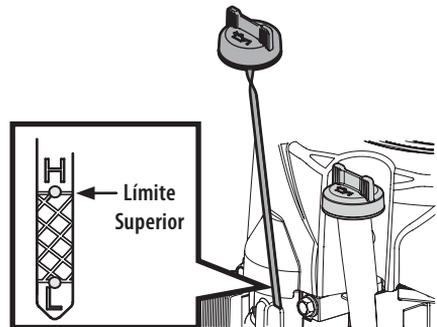

Figure 2
- Mantenga el aceite en el límite superior de la varilla de nivel de aceite (Figure 2 recuadro).
1. Retire el tapón de llenado de aceite y limpie la varilla de nivel de aceite (Figure 2).
3. Afloje y retire el tapón de llenado de aceite del cuello de llenado de aceite. Tome nota del nivel de aceite, si la lectura de aceite en la varilla de nivel de aceite está por debajo del límite superior, agregue aceite lentamente hasta alcanzar el límite superior (Figure 2 recuadro).